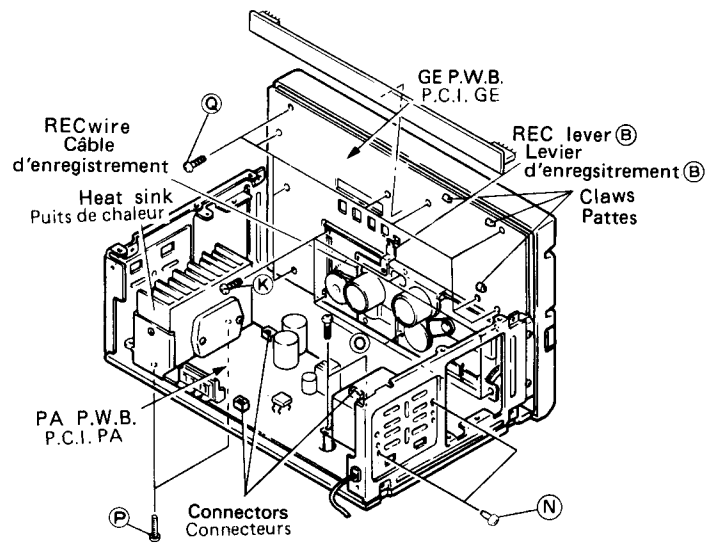

Fig. 5
- 4. Removing the PA P.W.B. (Fig. 5)**
- 5. Removing the GE P.W.B. (Fig. 5)**
- 6. Removing the Cassette Chassis (Fig. 5)**
**4. Retrait de la P.C.I. PA (Fig. 5)**
**5. Retrait de la P.C.I. GE (Fig. 5)**
**6. Retrait du coffret (fig. 5)**